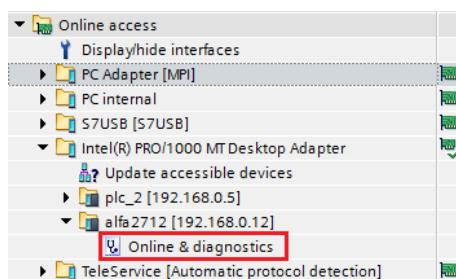

Figura 100 – Acesso aos parâmetros de configuração
3. Selecione o modo “*Online & diagnostics*” para acessar os parâmetros **Figura 100**;